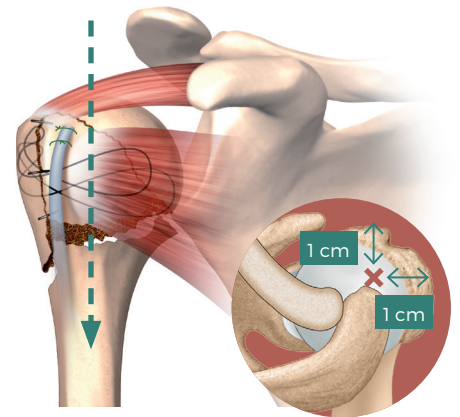

fig. 2
- Repérage visuel et/ou sous contrôle radioscopique du point d'entrée qui se trouve au sommet articulaire de la tête humérale (fig. 2).